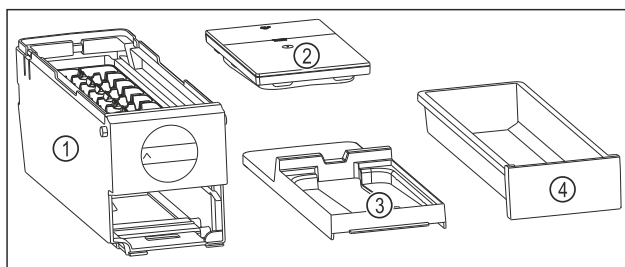

Fig. 98 Dele af EasyTwist-Ice
- ▶ EasyTwist-Ice er adskilt i fire dele. (se Fig. 98)
- ▶ EasyTwist-Ice må kun adskilles i de afbildede dele. (se Fig. 98)
- ▶ Rengør EasyTwist-Ice-legemet Fig. 98 (1) som en helhed.